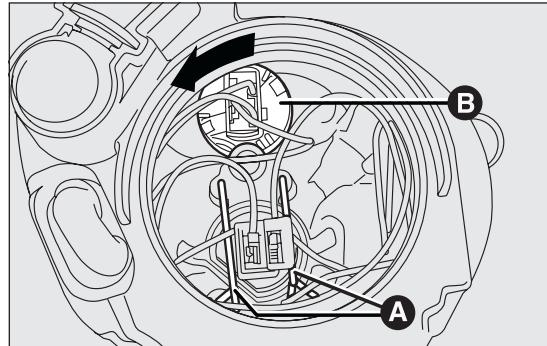

Abb. 114
- Die beiden Lampenhalterklammern A Abb. 114 aushaken;
- Den Lampensockel B Abb. 114 gegen den Uhrzeigersinn drehen und herausziehen;